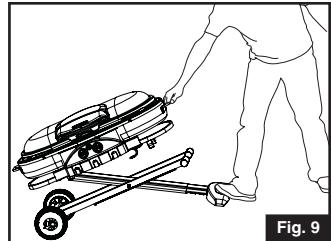

Fig. 9
- Posez un pied sur la poignée en plastique, saisissez la poignée en métal du gril et levez pour ouvrir le piétement. (Fig. 9)